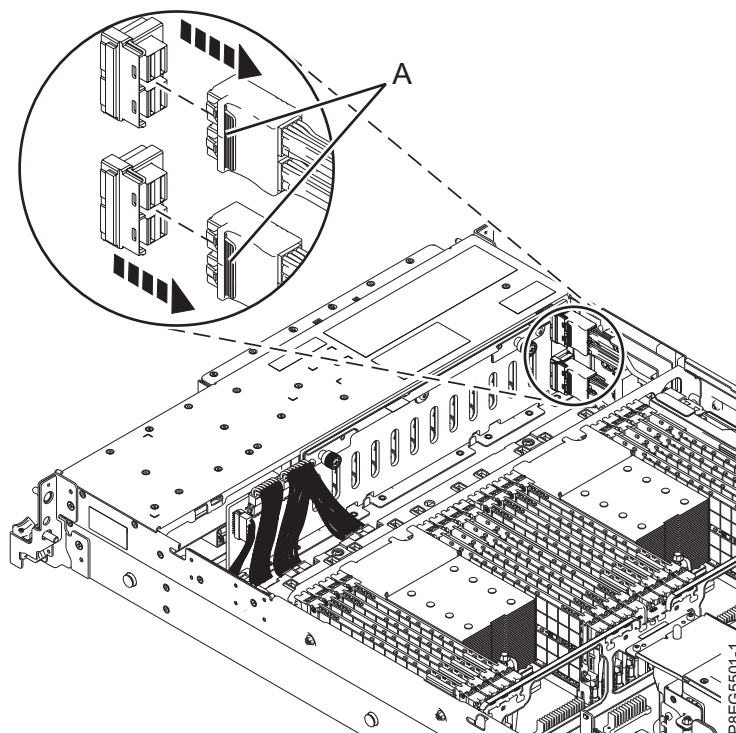

Figura 1. Desligar os cabos SAS frontais do painel posterior da unidade de disco
3. Tem de remover o cabo SAS inferior que está anexado ao adaptador interno SAS RAID na ranhura P1-C14. Identifique os cabos SAS frontais que estão ligados ao adaptador interno SAS RAID na ranhura P1-C14. Prima o trinco (A) e desligue o conector deste cabos do painel posterior da unidade de disco, como demonstrado em Figura 1 na página 3. Deixe o outro terminal dos cabos ligados ao conector P1 ou P2 no adaptador interno SAS RAID até ser informado para os desligar.